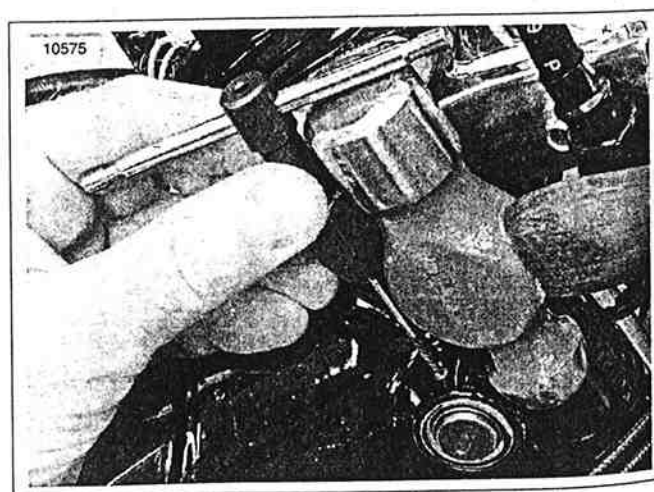

Figura 2-172. Extracción del pasador de bloqueo
4. Vea la Figura 2-172. Para quitar el pasador de bloqueo, inserte un extractor de tornillos en el agujero de 2 mm (5/64 pulg.). Sujete el cuerpo del extractor de tornillos con alicates o un macho de roscar, y usando un martillo pequeño dé golpes suaves en los alicates o golpee el macho de roscar para quitar el pasador de bloqueo.